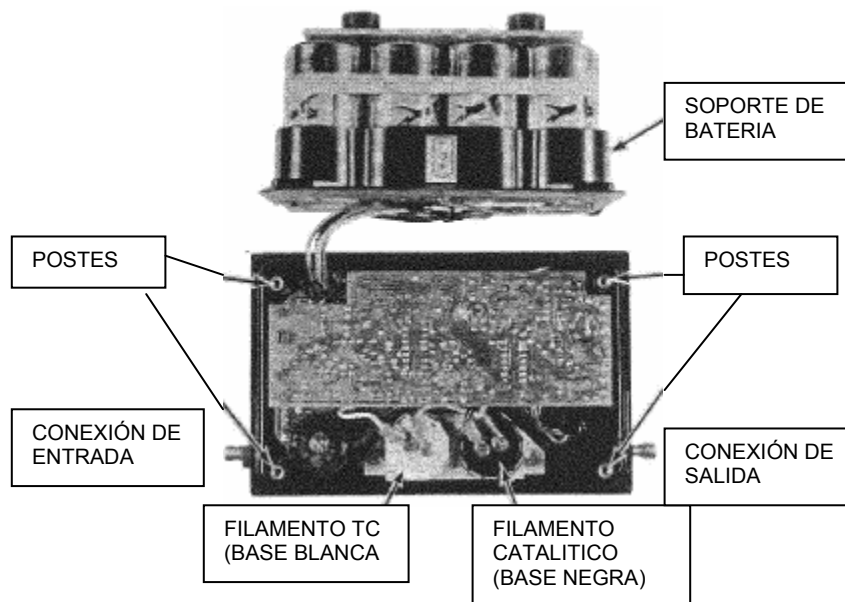

Figura 4-1. Localización de Filamentos.
VERIFICACIÓN DE FUGAS. Para verificar fugas en el sistema de muestreo, tape el adaptador de entrada con un dedo de la mano izquierda y presione la bombilla del aspirador. Luego, inmediatamente tape la salida de la bombilla del aspirador con un dedo de la mano derecha. Si la bombilla permanece desinflada mientras que la conexión de entrada y la salida de la bombilla están tapados, el sistema esta libre de fugas. Si se infla, un sello del filamento, la bombilla del aspirador o un empaque en las conexiones de entrada o de salida del instrumento esta fugando. Primero verifique el sello del filamento abriendo la tapa y apriete ambos filamentos, Figura 4.1, Repita la verificación de fugas descrito arriba; si la bombilla permanece inflada, entonces verifique los empaques y la bombilla. Para verificar la bombilla del aspirador, tape la conexión de entrada con un dedo y presione la bombilla. Si la bombilla se infla en menos de 6 segundos, reemplácela por una nueva.
2. Invierta el instrumento y colóquelo sobre su tapa. Gire el instrumento de tal forma que los adaptadores de entrada y salida estén posicionados como se muestra en la Figura 4-1. Quite la sección del fondo de la caja.
3. Saque los cuatro tornillos y arandelas de seguridad, que asegura la porta batería a los postes, Figura 4-1.
4. Remueva los dos tornillos que aseguran los alambres del filamento a la base negra, Figura 4-1.
2. Invierta el instrumento y colóquelo sobre su tapa. Levante la sección del fondo de la caja. Gire el instrumento de tal forma que los conexiones de entrada y salida estén en la posición que se muestra en la figura 4-1.
3. Quite cuatro tornillos y las arandelas de seguridad de la porta baterías a los postes, Figura 4-1. Levante la porta baterías y colóquela a un lado como se muestra.
4. Quite dos tornillos que aseguran los alambres del filamento a la base blanca, Figura 4-1.
5. Quite dos tornillos que aseguran los alambres del filamento a la base negra, figura 4-1.
15. Inserte el filamento en la base negra en la cámara más cercana a la conexión de salida de salida. Apriete el filamento girando la base en el sentido de las manecillas del reloj, de manera que su empaque quede firmemente asentado contra el bloque. Vea Figura 4-1